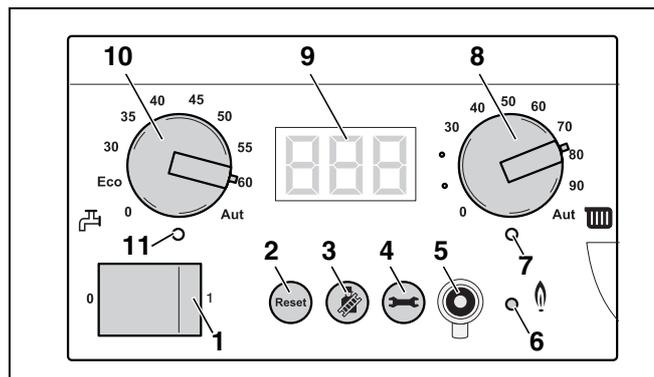

Fig. 93 Regolatore di base BC10
- Con la manopola "Valore nominale dell'acqua calda" (fig. 93, **pos. 10**) regolare la temperatura richiesta dell'acqua calda per l'accumulatore-produttore acqua calda (vedere tab 16).